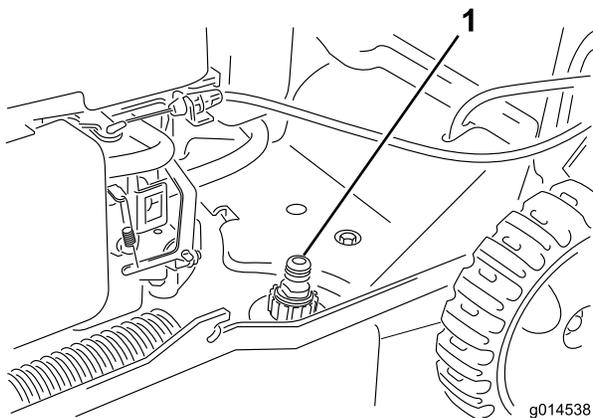

Figura 25
3. Conecte una manguera de jardín que esté conectada a un grifo al orificio de lavado de la carcasa de la máquina (Figura 25).